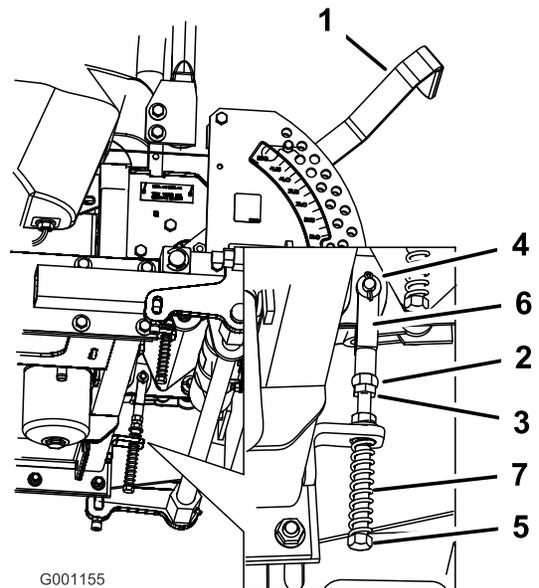

Bild 94
8. Sollte eine Einstellung erforderlich sein, lockern Sie die Mutter und die Klemmmutter gegen das Joch (Bild 94).
9. Drücken Sie den Fahrtriebshebel leicht nach hinten und drehen Sie den Kopf der Einstellschraube in die entsprechende Richtung, bis der Schaltbügel Schalthebel in der ARRETIERTEN NEUTRAL-Stellung zentriert ist (Bild 94).
10. Ziehen Sie die Mutter und die Klemmmutter an (Bild 94).